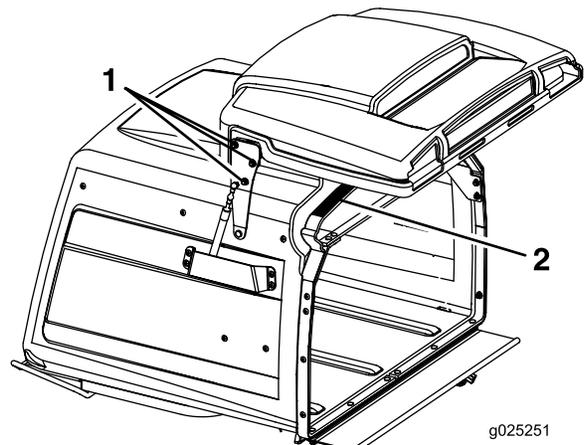

Figure 60
3. Desserrez les 6 écrous des charnières du couvercle (Figure 60).
4. Ouvrez le couvercle et placez une bande de caoutchouc de 9,5 mm (3/8 po) ou un flexible de 9,5 mm (3/8 po) de diamètre entre la trémie et le couvercle (Figure 60).